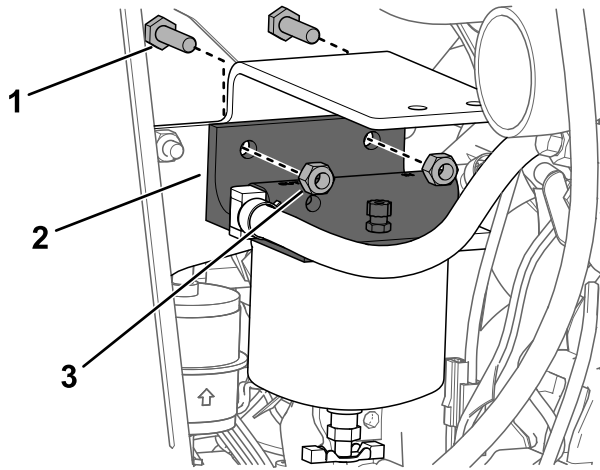

Figura 21
Folosii Figura 1 i Figura 21 în cadrul Figura 25 pentru această procedură.
17. Instalezi recipientul pentru filtrul de combustibil pe placă în modul indicat în Figura 21.